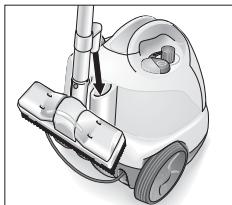

Fig. 8: Poziția de parcare
- În cazul întreburuii activității pentru o durată scurtă, țeava de prelungire, împreună cu duza montată, poate fi introdusă în poziția de parcare (vezi fig. 8).